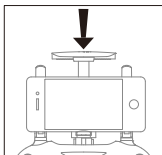

图5
2. 将手机放置到手机夹口位置，松开拉紧的手机夹上夹口，夹口会自动夹紧手机（图5/6）。